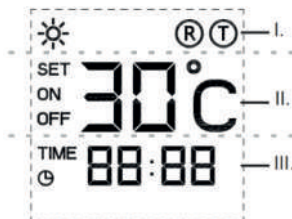

Figura 3
DESCRIPCIÓN DE LA PANTALLA LED - FIGURA 3
- Para activar el temporizador, presione el botón de temporizador (Figura 2, pos. 3) en el panel de control. La indicación del temporizador aparecerá en la pantalla en el área Figura 3, pos. III. Presione el botón más (Figura 2, pos. 5) o el botón menos (Figura 2, pos. 4) para configurar el tiempo de cuenta regresiva entre 1 hora y 24 horas. La pantalla muestra el tiempo en orden descendente cuando el dispositivo se apagará automáticamente.